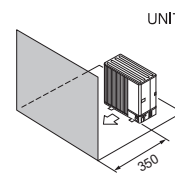

Fig. 2-12
- (4) Obstruction ou surface non dégagée à l'avant uniquement (Fig. 2-12)